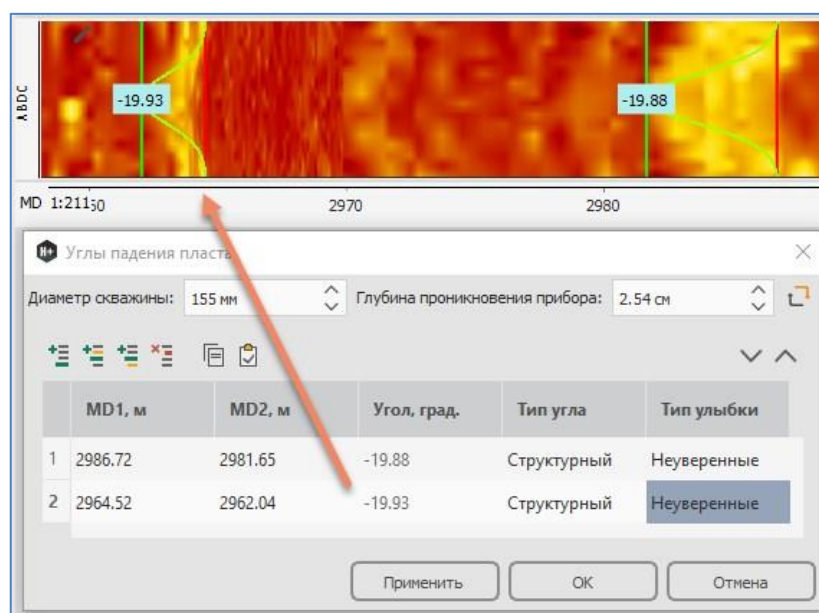

Рисунок 14. Редактирование «улыбок» имиджа на треке
- 5) Для добавления линий разметки через таблицу вставьте новую строку с помощью кнопки и введите значение глубины для двух линий разметки. После чего будет рассчитан угол падения структуры пласта и его классификация. На (Рисунок 14) показано добавление линий разметки в таблице. Добавленные линии разметки и рассчитанный угол отобразятся на треке с имиджем в зависимости от типа угла (уверенный, неуверенный, нейтральный), линия «улыбки» примет соответствующий цвет (можно настроить).